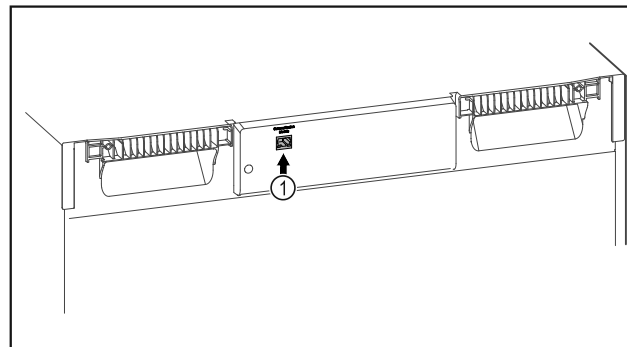

Fig. 103
- SmartModule Fig. 103 (1) är insatt.